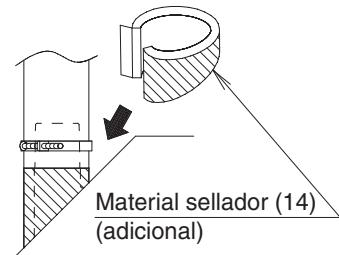

Fig. 20
- Despu s de verificar el desag e del agua, consulte la Fig. 20 y coloque el material de sellado (14) para realizar el aislamiento t rmico del recept culo de desag e.
- Despu s de verificar el desag e del agua, consulte la Fig. 20 y coloque el material sellador (14) para realizar el aislamiento t rmico del recept culo de desag e.
- (3) Puede haber transpiración y provocar una fuga de agua. Por lo tanto, asegúrese de aislar el tubo de drenaje interior y las ubicaciones de los casquillos adaptadores.**
Después de verificar el desagüe, consulte la **Fig. 20** para colocar el material sellador (14), y consulte la **Fig. 22** para colocar el material sellador (Grande) (10) incluido en la manguera de desagüe (1) y la abrazadera de metal (2).